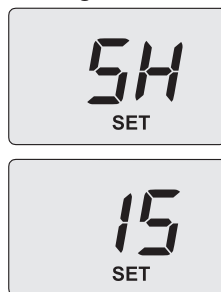

Figura 7.9
- Utilice el botón 11 para cambia este valor a **15** y luego pulse el botón 13 para confirmar. El display muestra **SH** alternado con el parámetro de potencia máxima absoluta y el mensaje "**SET**" (Figura 7.9).